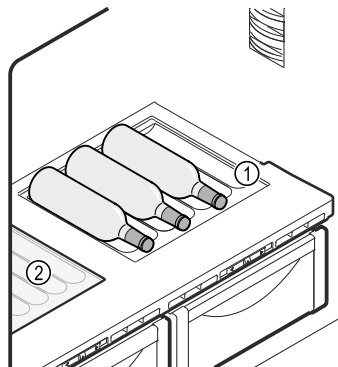

Fig. 189 Ilustrační zobrazení
- Skleněnou desku Fig. 189 (2) vložte pod variabilní přihrádku na láhve.